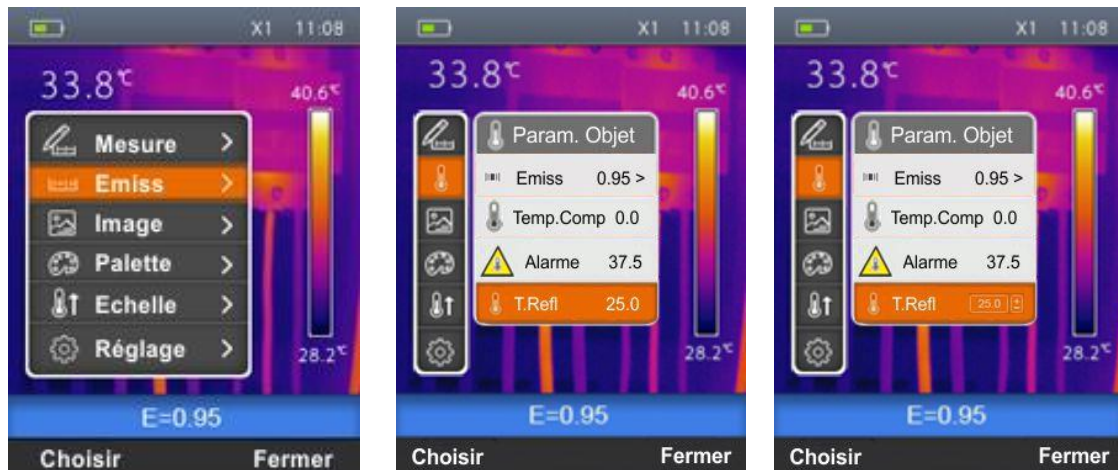

Fig. 21 : Réglage Température réfléchi sur l'instrument
- Sélectionner « T.Réfl » à l'aide des touches \oplus ou \ominus et appuyer sur la touche « Choisir ». La page-écran de Fig. 21 – Partie centrale est affichée.